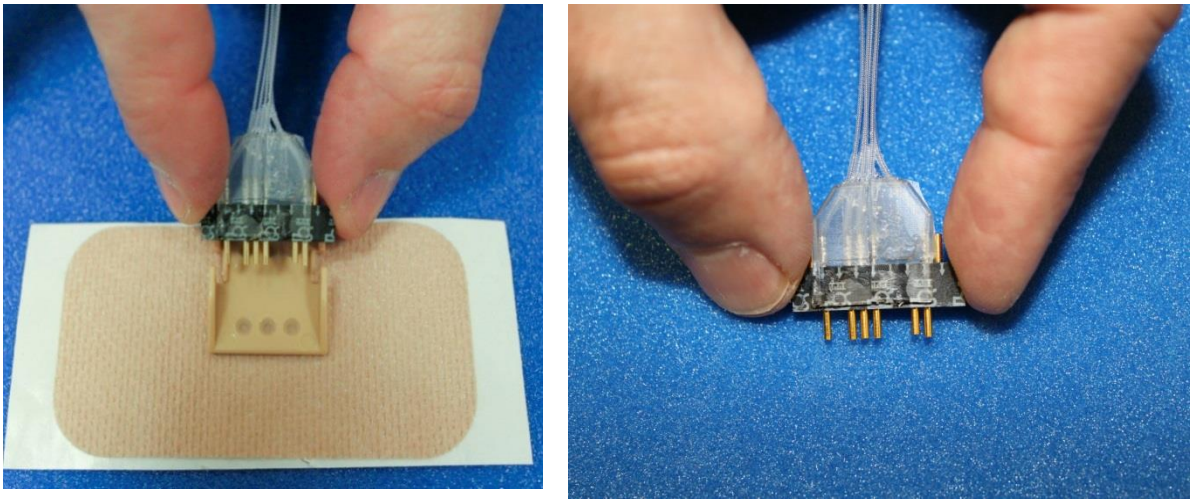

Figura 16
3. Retire el conector de los electrodos del soporte del conector. Ahora retire el soporte del conector (Figura 16).